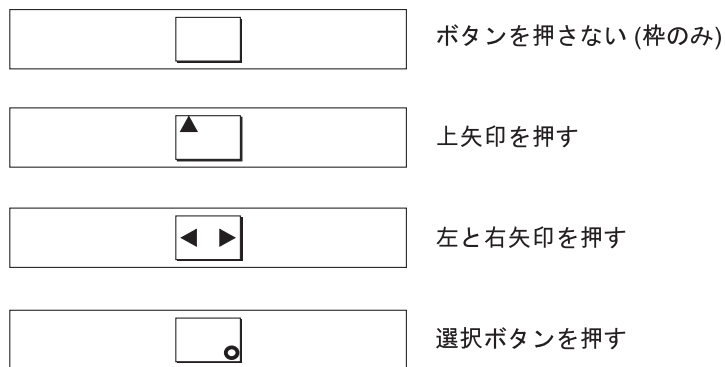

図 54. ボタンを押した場合のフロント・パネル表示
3. 上移動、下移動、左移動、右移動の各ボタンを押して、それらが作動しているか検査する。図 54 は、ボタンを押したときにフロント・パネルに表示される 4 つの例を示しています。ボタンのテストが完了したら、選択ボタンを 5 秒間押し続けたままにして、テストを終了します。